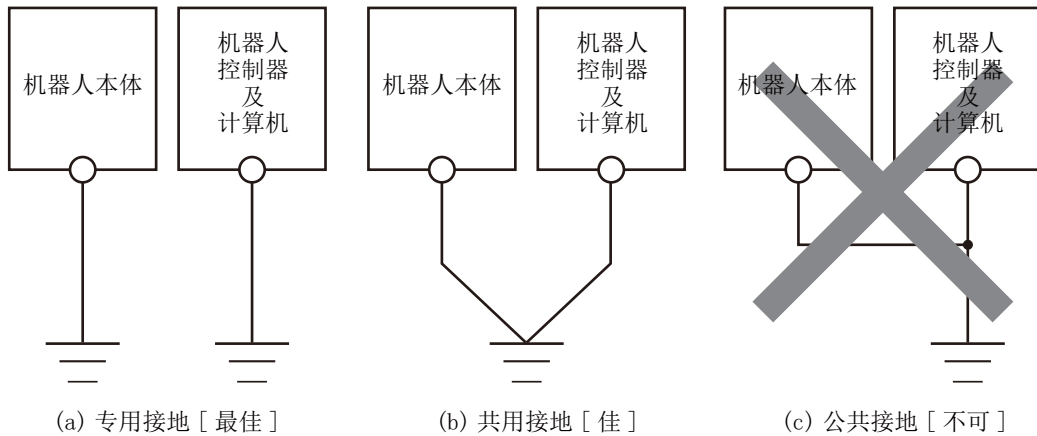

图 2-5: 接地方式
- 1) 接地方式有如图 2-5 所示的 3 种方法，机器人本体及机器人控制器应尽量采用专用接地（图 2-5 的 (a)）。（关于机器人控制器的接地，请参阅“另一手册：使用说明书 / 从控制器安装及基本操作到维护”。）